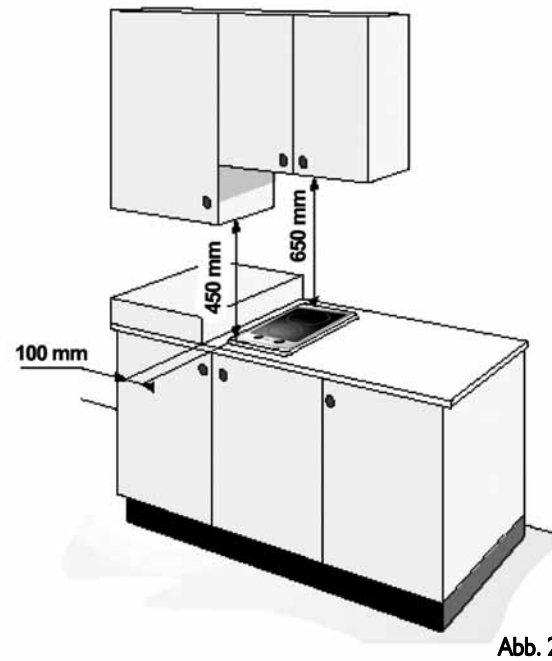

Abb. 2
- Ein angrenzender Hochschrank muss vom Rand des Kochfeldes (Abb. 2) mindestens 100 mm entfernt sein